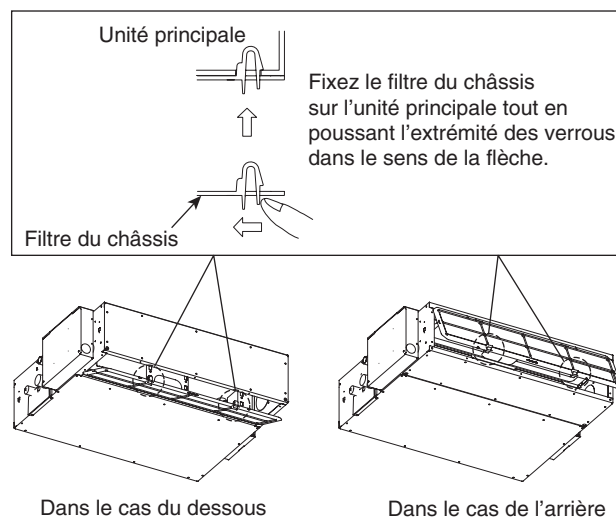

Fig. 3-6
- (3) Fixez le filtre du châssis (fourni) de la manière indiquée dans le schéma. (Fig. 3-6)